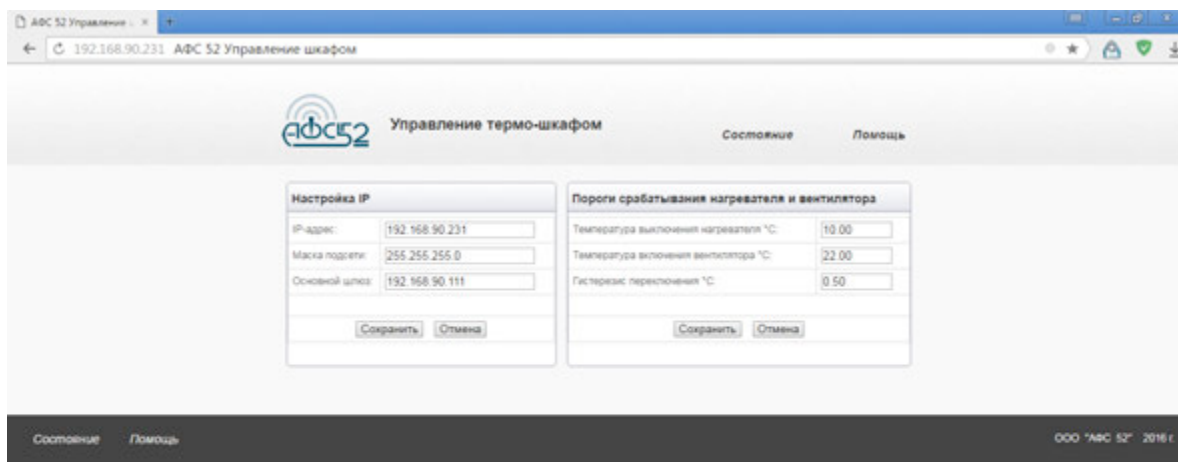

Рис. 7. Страница «Настройки термо-шкафа» web-интерфейса.
- 3.3.4 При нажатии на ссылку «Настройки» в окне браузера появится страница «Настройки термо-шкафа» (рис.7).